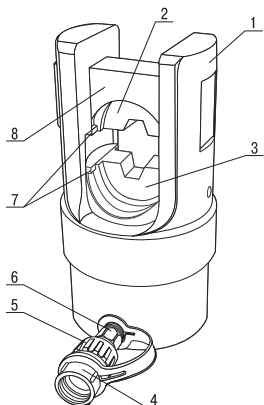

Рисунок 1
3.4 Установите необходимого размера полуформу 3 (смотри рисунок 1) матрицы по направляющей 7 в головку 1 и точно такую же полуформу 2 – в упорную пластину 8 прессы до щелчка (номер матрицы должен соответствовать номеру наконечника).